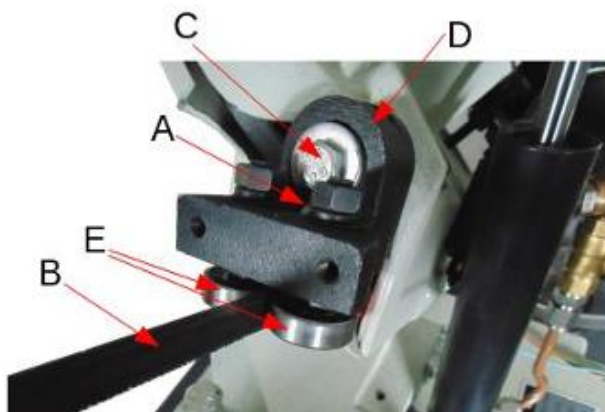

Рис. 9
3. Если необходима регулировка, подшипники, направляющие полотно, и опорный подшипник (Е на рис. 9 – показаны два подшипника) не должны касаться полотна.
2. Опорный подшипник полотна (А на рис. 9) должен быть отрегулирован так, чтобы он касался задней части полотна при правильной настройке траектории. Чтобы выполнить регулировку следует ослабить винта (С) и переместить кронштейн (D) вверх или вниз так, чтобы опорный подшипник (А) слегка касался задней части полотна (В). Затянуть винт (С).